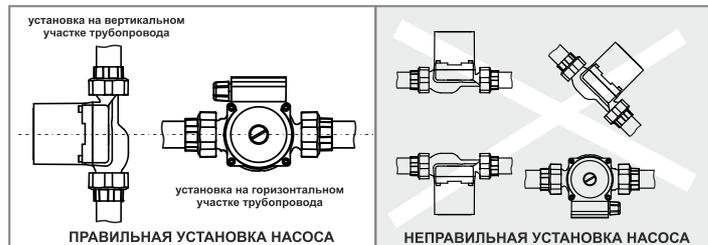

Рис.2. Установка циркуляционного насоса.
6.1.6. Вал двигателя циркуляционного насоса должен располагаться строго в горизонтальном положении (см. рис.2).